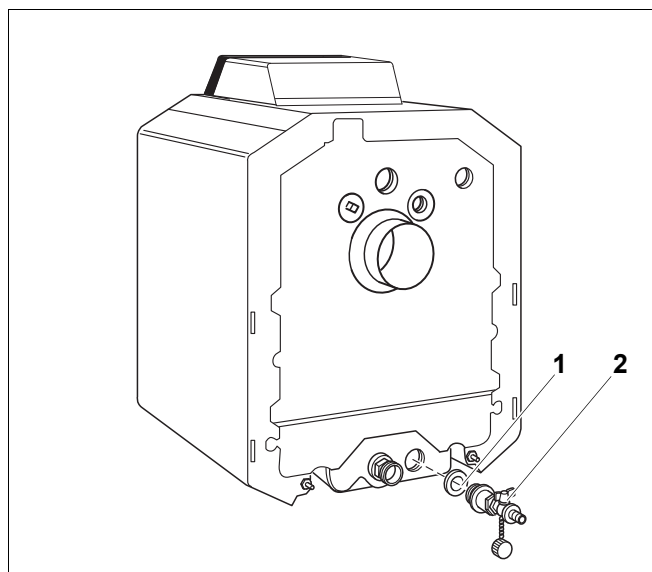

Рис. 2 Комплект KES для подключения сливной линии на котле G125
- Проверьте правильность установки уплотнительного кольца Ø 35 x 3 (рис. 2, [1]) на комплекте подключения сливной линии котла (рис. 2, [2]).
- Вверните комплект подключения сливной линии (рис. 2, [2]) в отверстие предохранительной обратной линии котла.